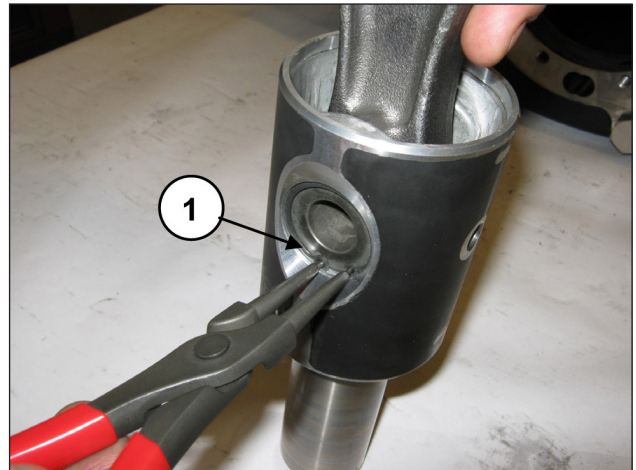

Abb. 37
Entfernen Sie die zwei Seegerringe zur Sicherung des Bolzens (Pos. ①, Abb. 37).
Setzen Sie die Pleuelstange in die Kolbenführung ein (Pos. ①, Abb. 39) und anschließend den Bolzen (Pos. ①, Abb. 38). Montieren Sie die zwei Seegeringe zur Sicherung (Pos. ①, Abb. 37).